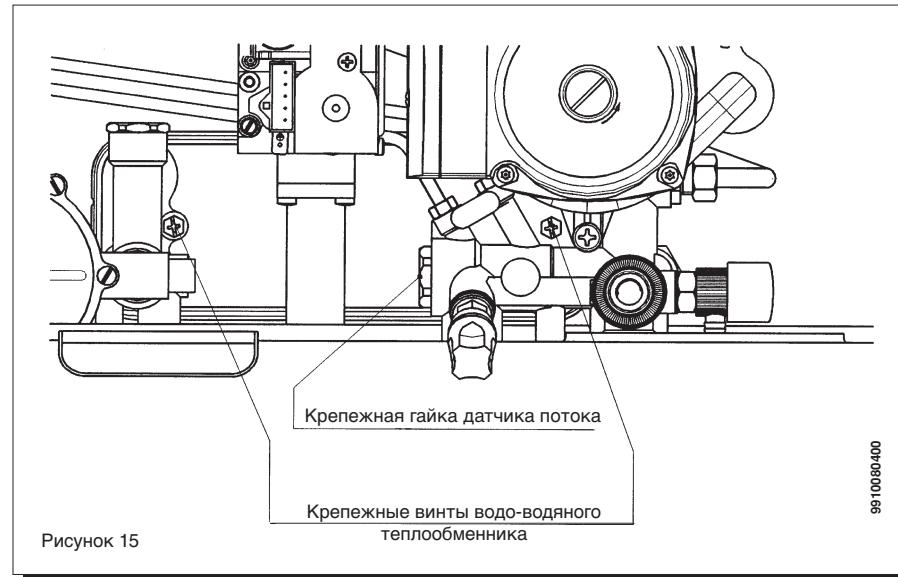

Рисунок 15
- снять два крепежных винта с лицевой стороны водо-водяного теплообменника и вынуть его из опорной рамы (см. рис. 15).
- отвинтите крепежную гайку датчика потока (см. рис. 15);